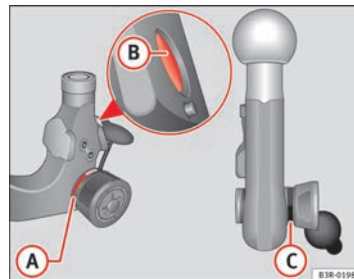

Fig. 154 Dispositivo desmontable para remolque: Rótula
- Compruebe si la marca roja **A** ⇒ página 210, fig. 154 de la rueda moleteada se encuentra en la zona negra de la rótula.